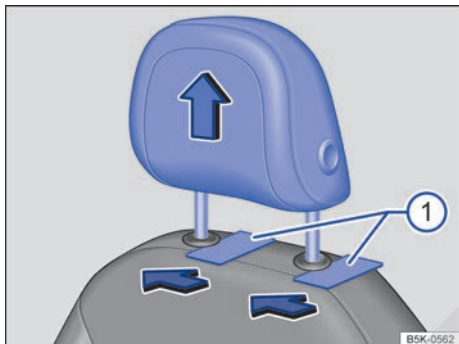

Fig. 50 Desmontaje de los apoyacabezas delanteros.
- Para desbloquearlo, introduzca un objeto plano (una tarjeta de plástico, p. ej.) entre el tapizado del respaldo y las tapas de las barras del apoyacabezas ⇒ **fig. 50** **①** mientras una segunda persona extrae el apoyacabezas completamente.